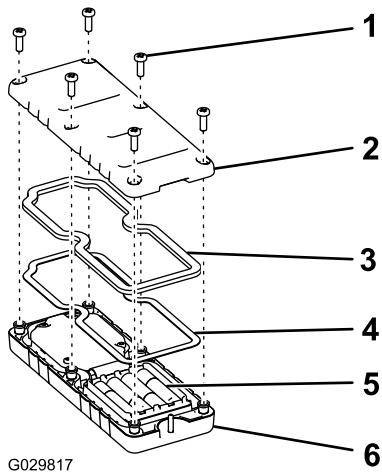

Bild 16
2. Legen Sie jede Batterie in ein Batteriefach ein und achten Sie auf die richtige Polarität (Bild 16).
3. Stellen Sie sicher, dass die Stahldichtung und die Gummidichtung im Kanal in der Fernbedienung liegen und setzen Sie die Rückabdeckung auf (Bild 16).
4. Befestigen Sie die Abdeckung mit sechs Schrauben (Bild 16) und ziehen sie bis auf 1,5-1,7 Nm an.